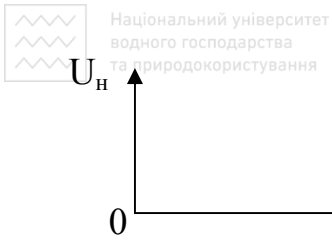

Рис. 11. Зовнішня характеристика однопівперіодного випростувача  $U_H = f(I_H)$ .
6. Залежність  $U_H = f(I_H)$  зобразити у вигляді графіка (Рис.11).